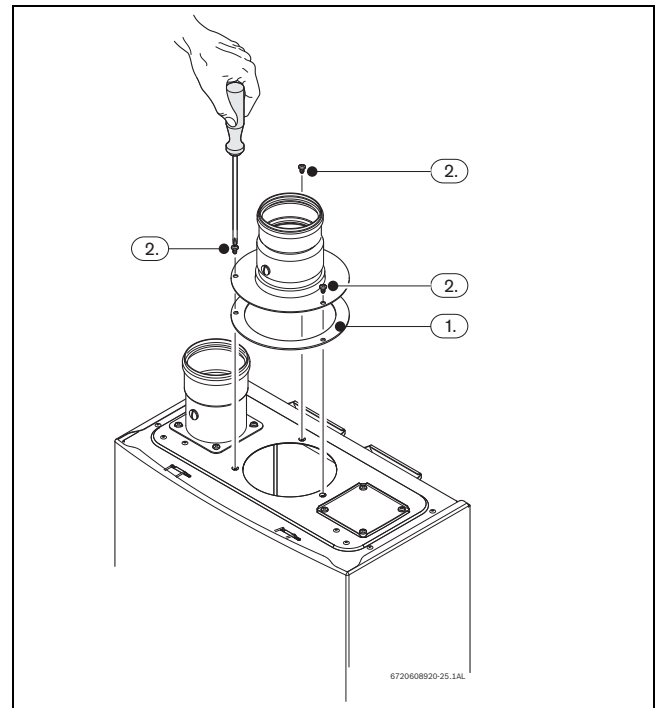

Рис. 30
- ▶ Встановіть прокладку між апаратом та приладдям, див. Рис. 30, поз. 1.
- ▶ Затягніть 3 гвинти газовивідного патрубку, див. Рис. 30, поз. 2.